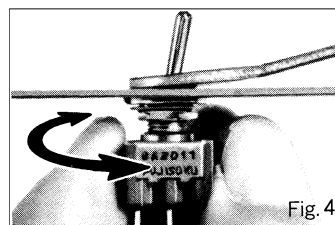

Fig.4
- (4) パネル取り付け時にスイッチ本体を手で回してパネルに締め付けることは避けてください。(Fig.4)
(Fig.4)